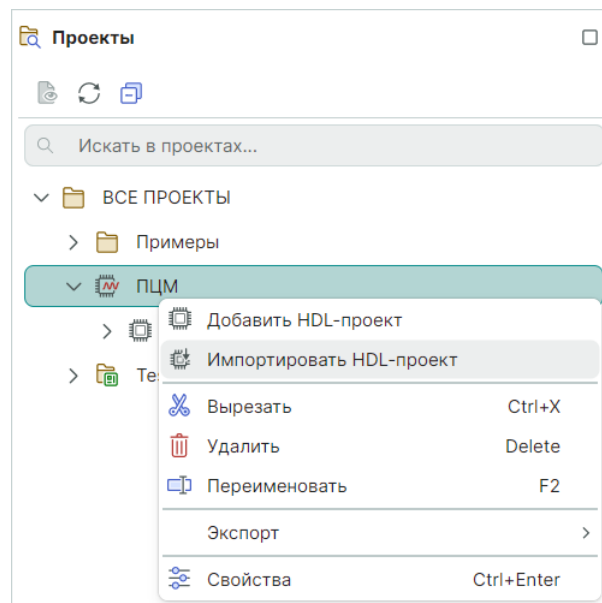

Рис. 18 Импортирование HDL-проекта
2. Выберите пункт «Импортировать HDL-проект», см. Рис. 18.